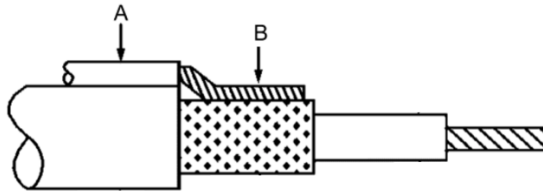

Figure 3-3 : Reprise de masse sur les fils blindés.
Les fils de reprise de masse (A) seront préparés tel qu'illustré à la figure 3-3 en vue du montage d'un manchon thermique. Le conducteur du fil de reprise de masse (B) doit être en contact avec le blindage et avoir sensiblement la même longueur que celui-ci.